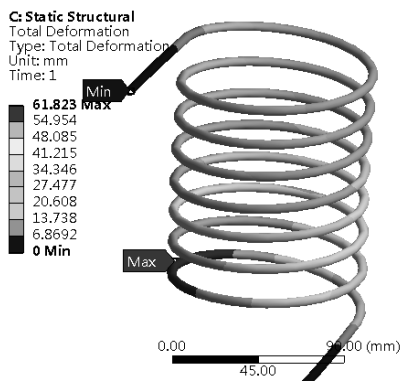

图 19-121 位移响应云图
Step1：位移云图。右击 Solution 选项，在弹出的快捷菜单中选择 Insert Deformation Total 命令，添加位移云图，然后执行计算即可得到如图 19-121 所示的位移响应云图。